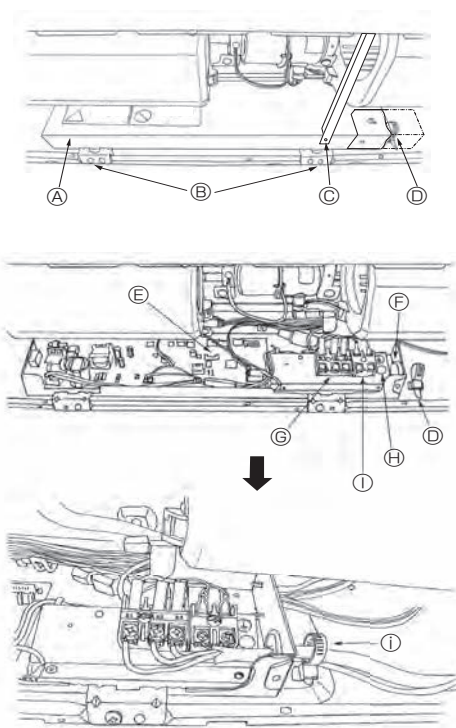

Fig. 6-1
6.1. Електрична проводка (Fig. 6-1)